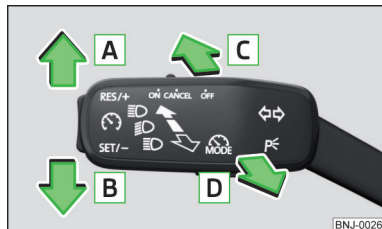

Fig. 48
#### Posizioni della leva di comando » fig. 48
- Premere la leva di comando in posizione **A** o **B** fino all'arresto » fig. 48 a pag. 63.